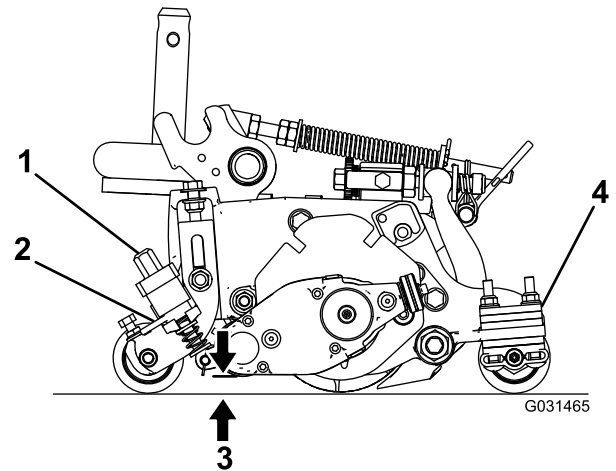

Bild 20
3. Drehen Sie die Express-Hubhebel (**Bild 20**) auf die EINGEKUPPELTE Stellung (der Griff zeigt zur Vorderseite der Schneideinheit).
4. Messen Sie an einem Ende der Groomerspindel den Abstand von der niedrigsten Spitze des Groomermessers bis zur Arbeitsoberfläche (**Bild 20**). Drehen Sie das Handrad zur Höheneinstellung (**Bild 20**), um die Spitze des Groomermessers auf die gewünschte Höhe anzuheben oder abzusenken.